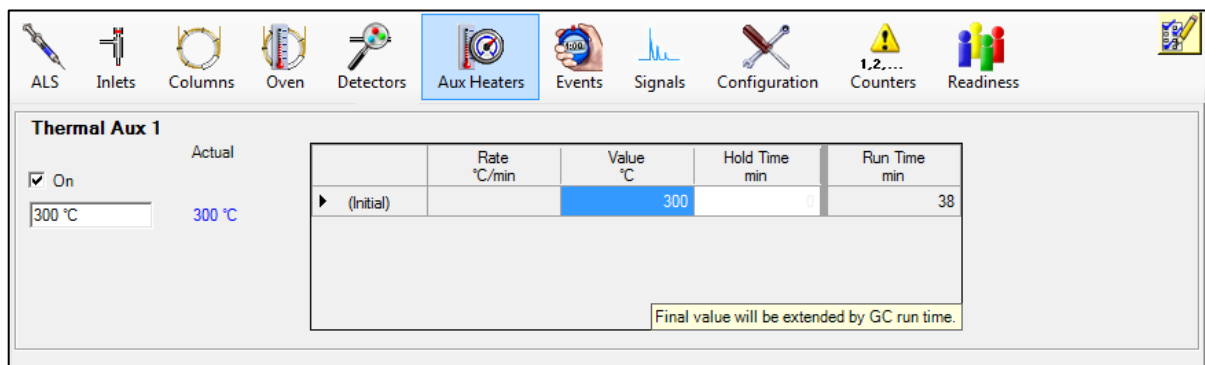

Figura 17. Ícone "Aux Heaters" da janela "GC Edit Parameters", incluindo exemplo de preenchimento de informações.
- 4.1.50 Clique no ícone "Aux Heaters" da janela "GC Edit Parameters" (Figura 17).